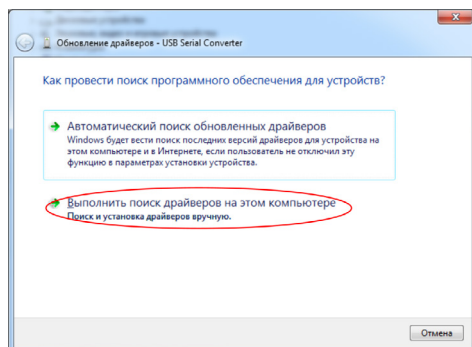

Рис.3. Поиск драйверов на компьютере.
- Запустить Мастер обновления драйверов для нового устройства и выбрать пункт «Выполнить поиск драйверов на этом компьютере» (Рис.3).